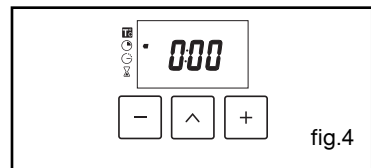

fig.4
Appuyez sur la touche " ^ " pour valider (fig.4).
Il vous est cependant possible d'ajuster la température en actionnant la manette de sélection de température vers + ou - (fig.4)
- 0:00 s’affiche (fig.4),